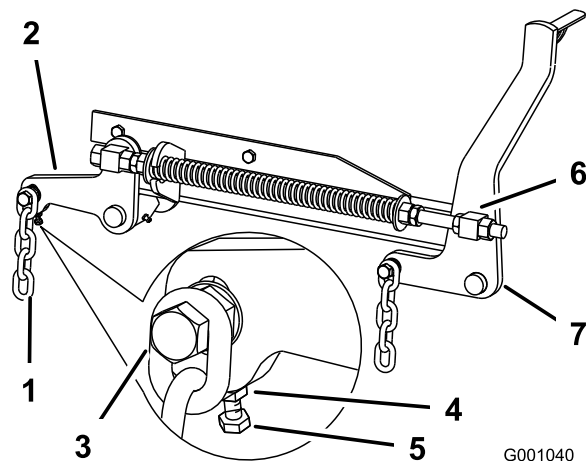

Figura 93
7. Si las medidas realizadas en las posiciones **B** o **C** no son correctas, afloje el perno que fija la cadena trasera al brazo de soporte trasero (Figura 93).
8. Afloje la contratuerca situada debajo del brazo de soporte trasero y ajuste el perno de ajuste hasta obtener una medida de 80 a 83 mm ( $3\frac{1}{8}$ " a  $3\frac{1}{4}$ "); consulte Figura 93.
7. Afloje las contratuercas del pivote delantero, en la parte delantera de los pivotes derecho e izquierdo, unos 13 mm ( $\frac{1}{2}$ " ) (Figura 93).
8. Ajuste las tuercas de elevación en el lado izquierdo y derecho de la máquina hasta obtener una distancia de 6 a 10 mm ( $\frac{1}{4}$ " a  $\frac{3}{8}$ " ) menos en la parte delantera en **A** que en la parte trasera, en **B** (Figura 93).